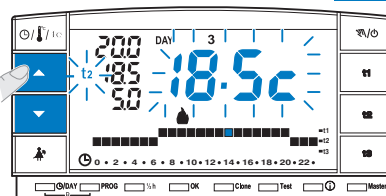

fig. 21
- Antes de 8 segundos modificar la temperatura utilizando las teclas  $\blacktriangle$   $\blacktriangledown$ ; a cada impulso se corresponde a una variación de  $0,5^{\circ}\text{C}$  (fig. 21).